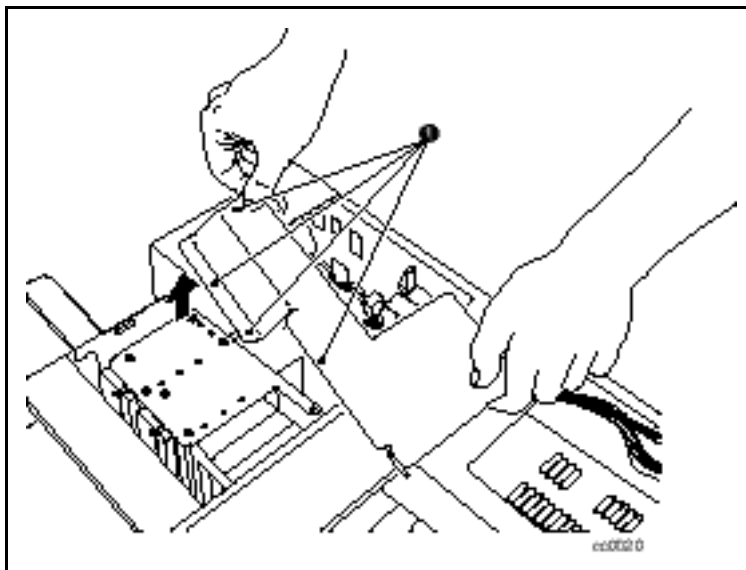

Figura 3. Rimozione della staffa
2. Rimuovere le quattro viti che fissano la staffa allo chassis (❶ Figura 3).